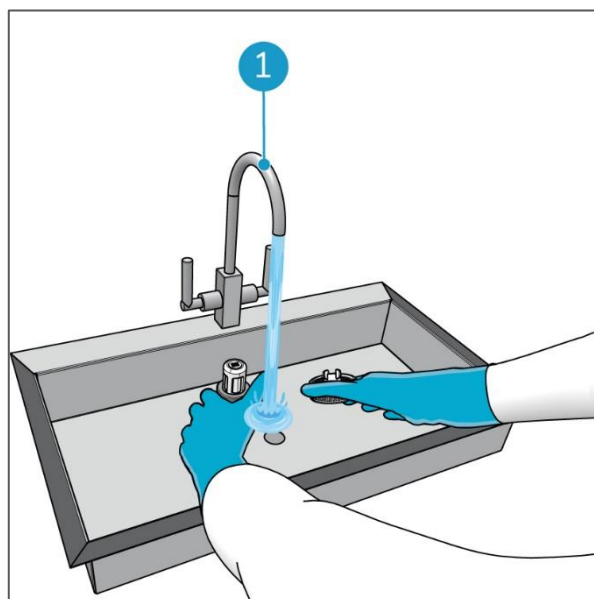

Figura 55
6. Togliere il tappo e il filtro e sciacquare entrambi con acqua di rubinetto sopra un lavandino (Figura 55, pos 1).